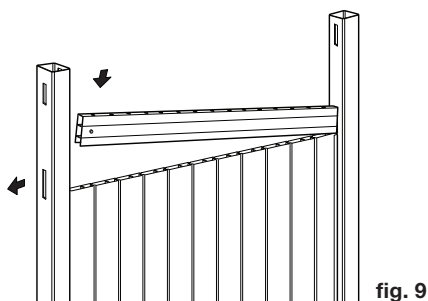

fig. 9
STEP 7 – After all pickets have been inserted, place the mid rail channel-side down into the middle-routed hole of the first post. Working from one side to the other, slide the rail over the pickets. The second post may need to be shifted slightly until the rail fits into the middle-routed hole (fig. 9).
ÉTAPE 7 – Une fois que tous les piquets ont été insérés, placez la traverse médiane côté canal vers le bas dans le trou central du premier poteau. Travaillant d'un bout à l'autre, glissez la traverse au-dessus des piquets. Il peut être nécessaire de décaler légèrement le deuxième poteau jusqu'à ce que le rail s'insère dans le trou central (fig. 9).